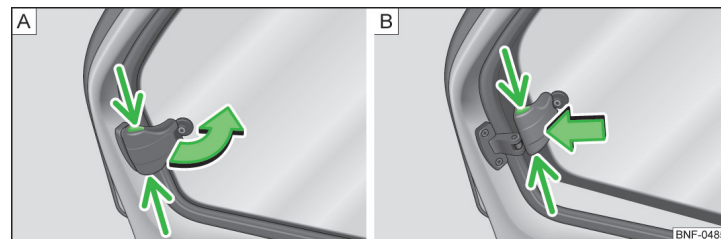

Fig. 32 Ruder bagi: Åbning / Lukning
➤ Tag fat i låseanordningen i udskæringen » Fig. 32 - **A**, og åbn ruden i pilens retning.
➤ Lås ruden, når den er åben, ved at trykke låseanordningen i pilens retning » Fig. 32 - **B**.
- › Tag fat i låseanordningen i udskæringen, og træk den modsat pilens retning » Fig. 32 – [B].
- › Luk ruden til udgangsposition modsat pilens retning » Fig. 32 – [A], indtil låseanordningen går i hak, så det kan høres.